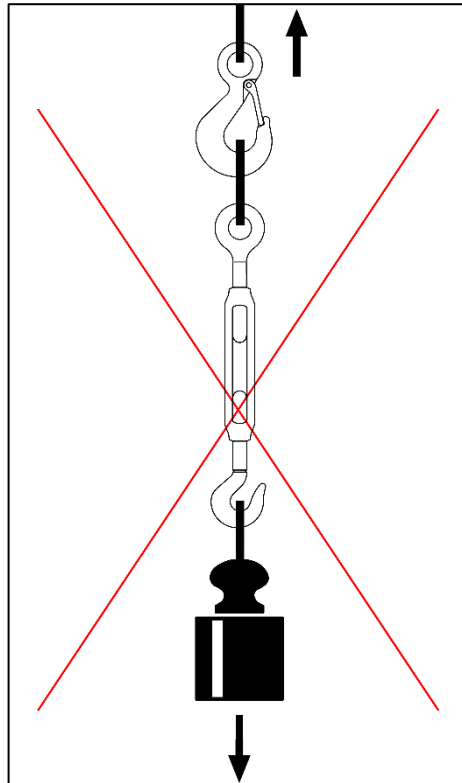

Fig.4
Il tenditore può essere utilizzato anche per operazioni di sollevamento, purchè non in configurazione a tiro singolo (par. 10 fig.4). In tale configurazione, infatti, il carico può ruotare liberamente, generando il rischio che i terminali si svitino fino a fuoriuscire della canala, con conseguente caduta del carico.
- NON utilizzare l'accessorio per il sollevamento a tiro singolo (Fig.4);